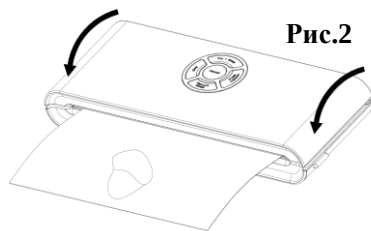

Рис.2
4. Закрийте кришку й натисніть на неї двома руками, доки не почуєте клацання з обох боків — **Рис. 2**